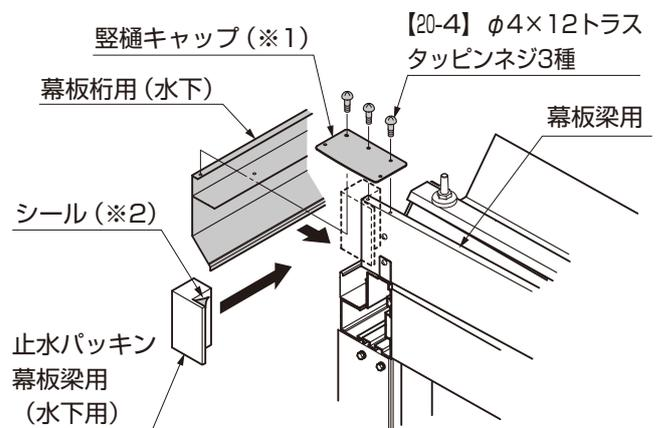

図17-3 B部詳細図
- ④幕板桁用(水下)を縦樋キャップに【20-4】で取付けてください。(図17-3参照)